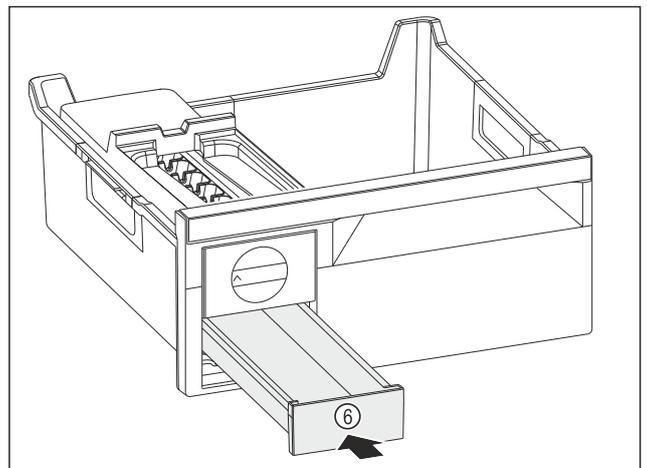

Fig. 92
- ▶ Spingere verso l'interno il cassetto del ghiaccio Fig. 92 (6).